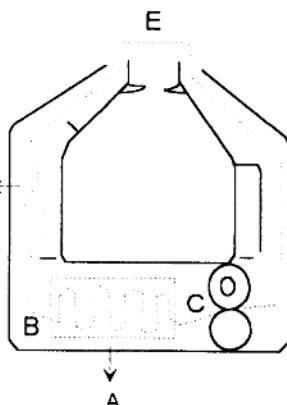

图11 换色带的方法
- (1) 将色带盒正面朝上, 用小刀或改锥沿缝将盒的上盖撬开, 露出色带的内部(如图 11), 观察一下旧色带的走向, 将旧色带取出。